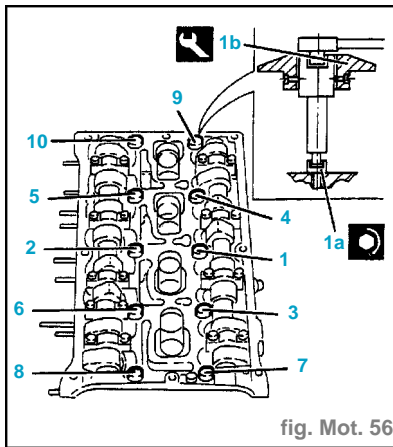

fig. Mot. 56
- Resserrer les vis au couple prescrit (1a) de la culasse en utilisant l'outil (1b) pour le serrage à angle (fig. Mot. 56).